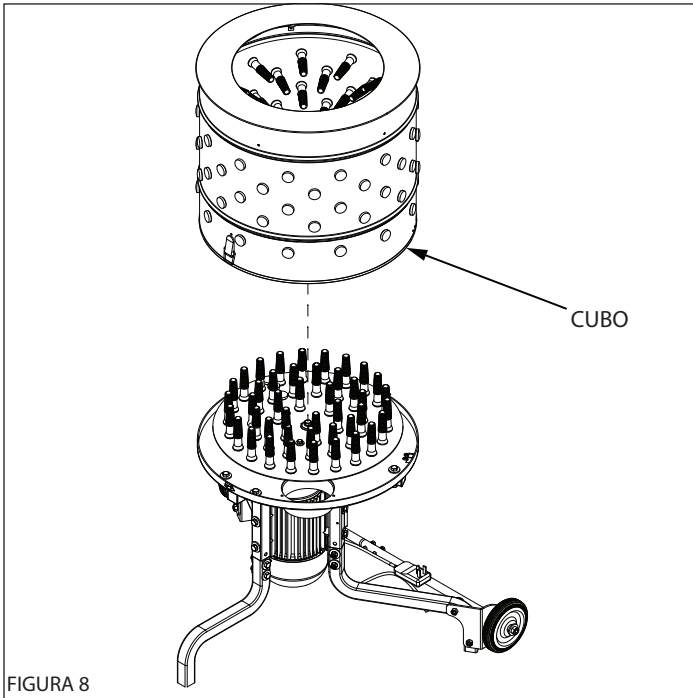

FIGURA 8
**NOTA: El interruptor de lectura magnética de la bandeja de plumas DEBE alinearse con el imán del cubo. Alinee la etiqueta de la flecha del cubo con la flecha en la bandeja de plumas. (CONSULTE LA FIGURA 8)**